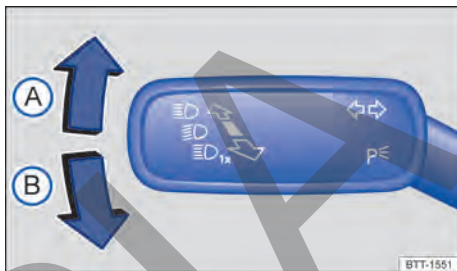

Fig. 84 En el lado izquierdo de la columna de dirección: palanca de los intermitentes y de la luz de carretera.
- Mueva la palanca de los intermitentes y de la luz de carretera desde la posición central a la posición deseada → **fig. 84**: